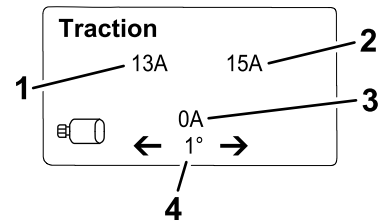

图 22
- **牵引信息屏幕** 图 22 显示当前转向角度和分配给每个牵引马达的电流强度。